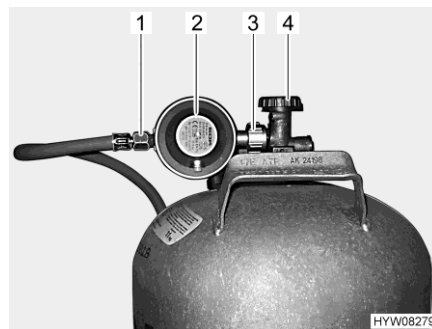

Bild 86 Anschluss Gasflasche
- Haupt-Absperrventil (Bild 86,4) an der Gasflasche schließen. Pfeilrichtung beachten.
- Gasdruckregler (Bild 86,2) festhalten und Rändelmutter (Bild 86,3) öffnen (in der Regel Linksgewinde).
- Gasdruckregler mit Gasschlauch (Bild 86,1) von der Gasflasche abnehmen.
- Gasdruckregler (Bild 86,2) mit Gasschlauch (Bild 86,1) an die Gasflasche ansetzen und Rändelmutter (Bild 86,3) zudrehen (in der Regel Linksgewinde). **Nicht** zu fest anziehen.